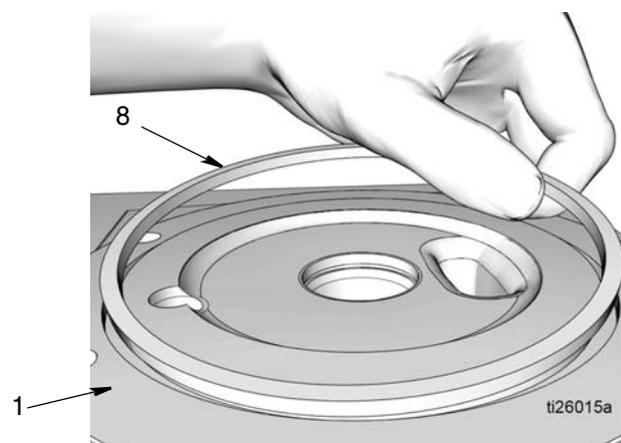

FIG. 28
21. Saque la junta tórica cuadrada (8) de la base de la bomba (1) (FIG. 28). Deseche la junta tórica según la normativa para una eliminación adecuada.